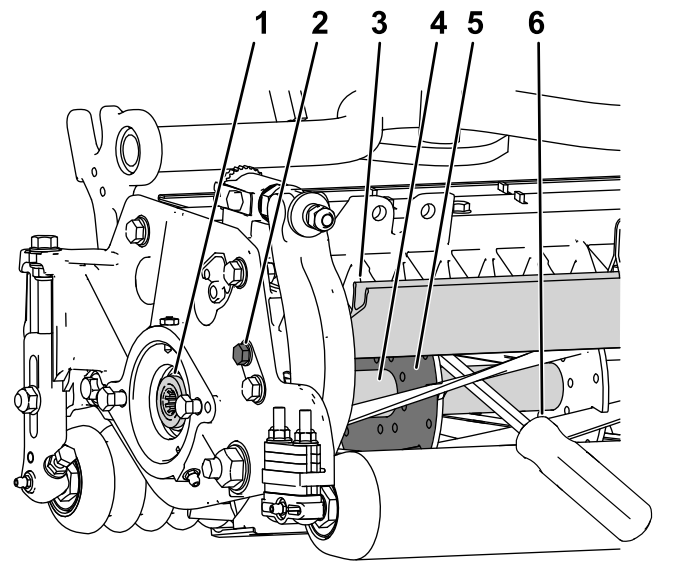

Figura 28
1. Allentate il bullone del deflettore sul lato sinistro dell'apparato di taglio e sollevate il deflettore posteriore (Figura 28).
2. Inserite un piede di porco con manico lungo ( $\frac{3}{8}$ " x 12" raccomandato con manico a cacciavite) attraverso la parte posteriore del cilindro di taglio, più vicino al lato dell'apparato di taglio da serrare (Figura 28).
3. Posizionate il piede di porco contro il lato di saldatura della piastra di supporto del cilindro (Figura 28).